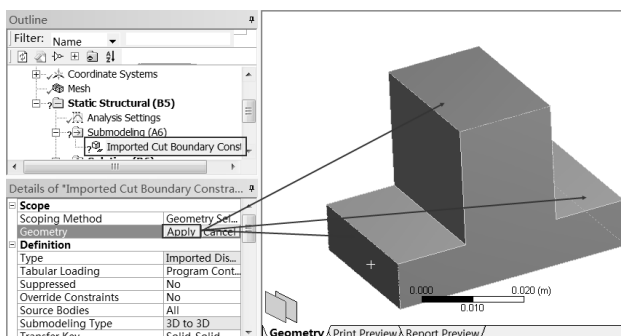

图 5-197 快捷菜单
Step12：在弹出的如图 5-197 所示的 Imported Cut Boundary Constraint 详细设置窗口的 Geometry 栏中选择图示中的三个面。